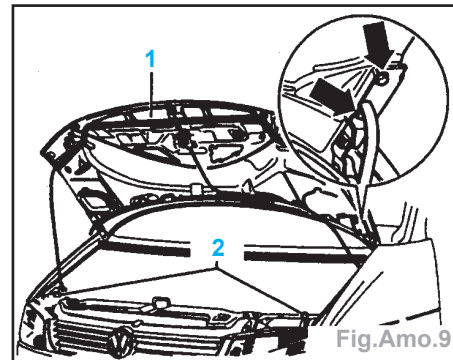

Fig.Amo.9
- Ajuster le capot et serrer. Il faut alors régler les butées caoutchouc (2) de telle façon que le capot arrive au ras des ailes (Fig.Amo.9).